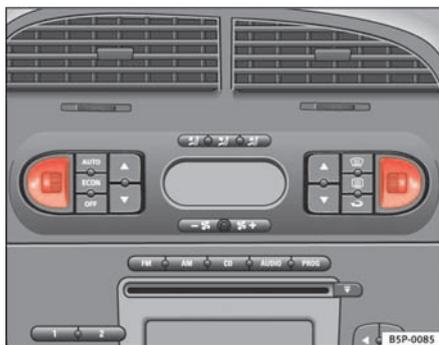

Fig. 96 Molettes des chauffages de sièges avant
- Tournez la molette correspondante ⇒ **fig. 96** pour activer le chauffage de siège. En position initiale **0**, le chauffage de siège est désactivé.